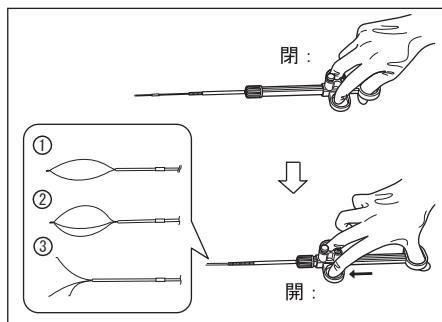

図 3.1
- スライダを前後に動かし、スムーズかつ確実に工業用処置具異物回収部が所望の形状に開閉できることを確認します。(図3.1参照)
- 工業用処置具の先端を軽く引っ張って、容易に抜けないか確認します。(図3.1参照)